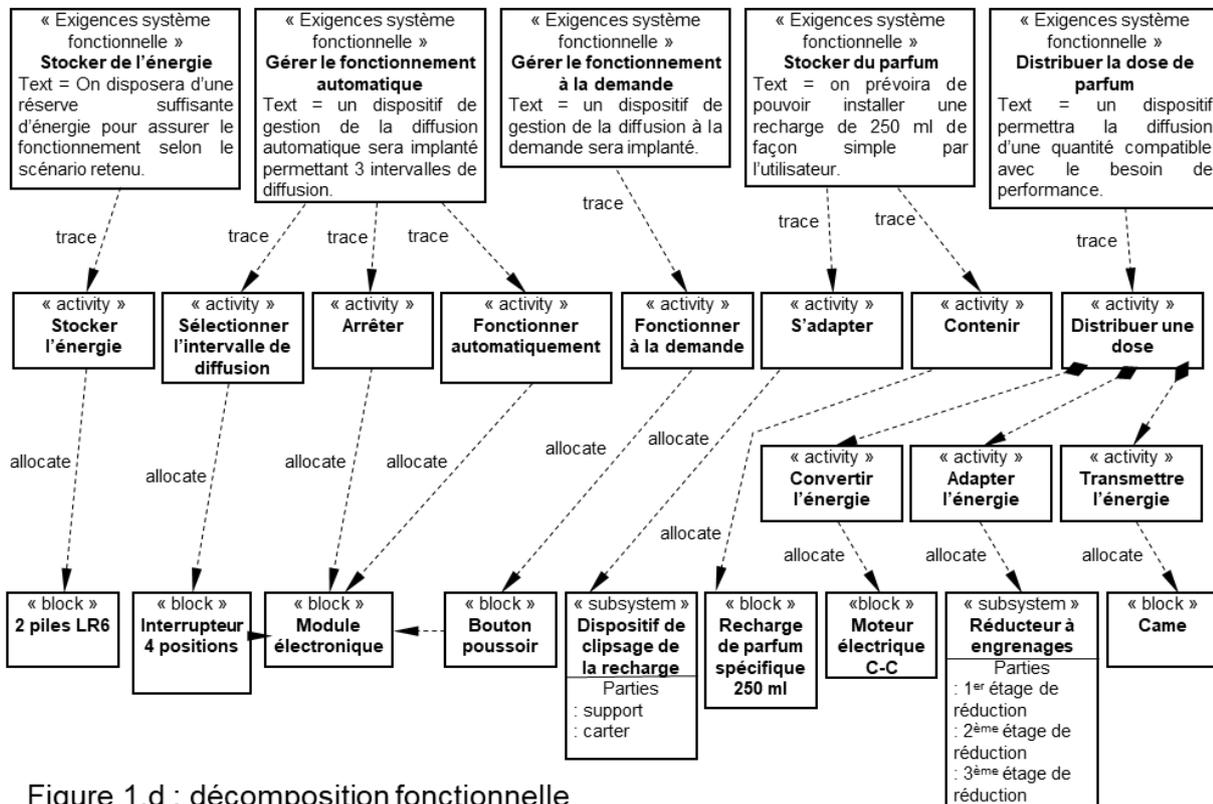

Figure 1.d : décomposition fonctionnelle
**Question 1.1** Citer la valeur de l'autonomie énergétique souhaitée par le fabricant. (Fig.1.c) et Citer le type d'énergie qui alimente le diffuseur ainsi que le nom des éléments qui la stockent. (Fig.1.d)